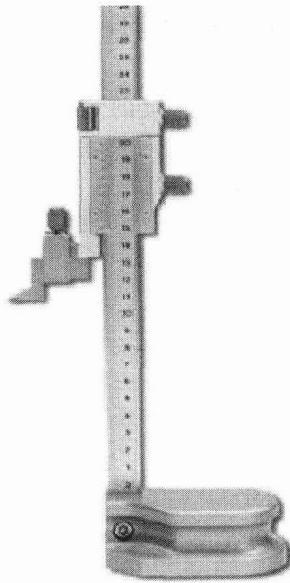

图 1.2-6 游标高度尺
③ 游标高度尺。如图 1.2-6 所示,用来测量零件的高度和划线。